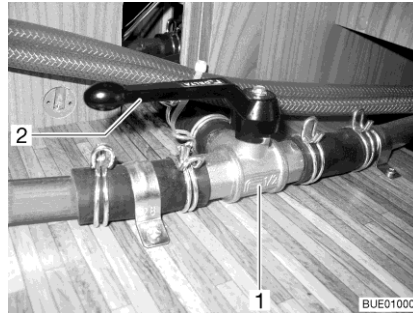

Bild 213 3-vägsventil
- Ställ spaken (Bild 213,2) till 3-vägsventilen (Bild 213,1) parallellt med den raka genomflödesriktningen (Bild 213).
- Ställ spaken (Bild 213,2) till 3-vägsventilen (Bild 213,1) tvärs mot den raka genomflödesriktningen.